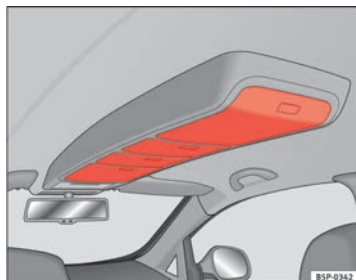

Fig. 104 Compartiments de rangement du pavillon
- Pour ouvrir ces compartiments, appuyez sur le bouton de la trappe, ⇒ **fig. 104**. Le cache s'ouvre automatiquement.